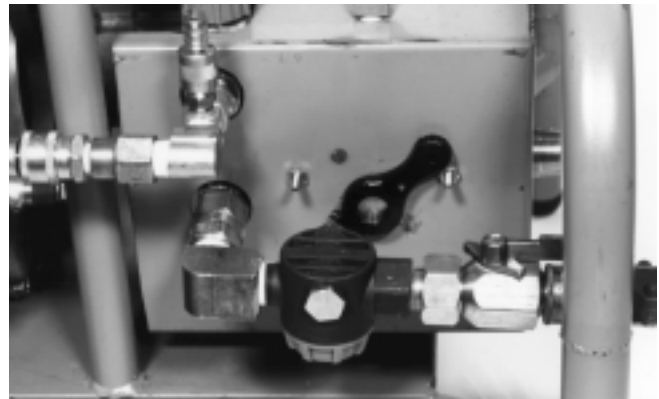

Figure 7 – Pulsateur engagé
1. Tournez la commande du pulsateur à droite pour induire les pulsations (*Figure 7*).